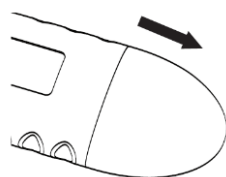

Figura 3
2. Puxe a tampa da bateria, conforme a Figura 3.